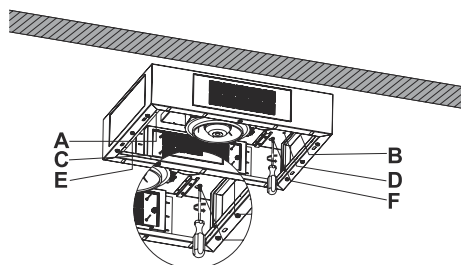

Fig. 12
4. Stram nu skruerne på punkterne A, B, E & F (Fig. 12).
Fastmonter nu motorkabinettet slutteligt på punkterne C & D med 5,5 x 60 skruer (Fig. 12).